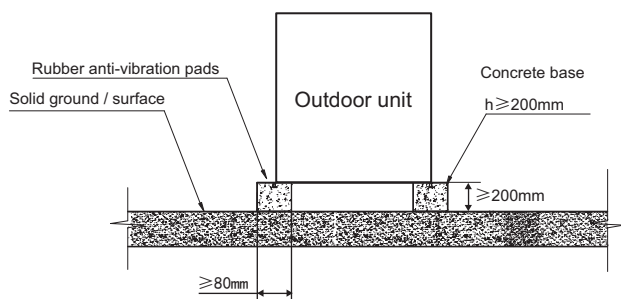

Fig 6-6 Vista frontale della struttura di base
- La tipica struttura di una base in calcestruzzo è mostrata in Fig. 6-6. La tipica composizione del calcestruzzo prevede 1 parte di cemento, 2 parti di sabbia e 4 parti di granulati lapidei, con barra di armatura in acciaio. I bordi della base devono essere smussati.